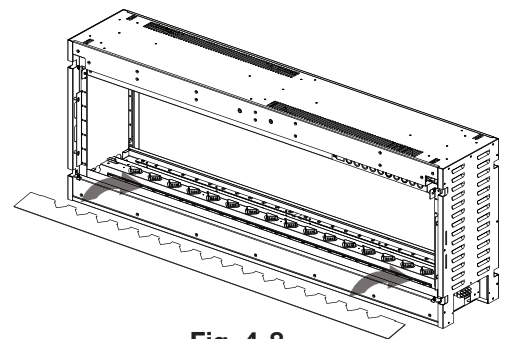

Fig. 4-8
- D. Installez le plateau à média. Assurez-vous de NE RÉ-INSTALLER PAS les vis parce-qu'elles peuvent faire plier le plateau à média lorsqu'il est chauffé (**Fig. 4-8**).